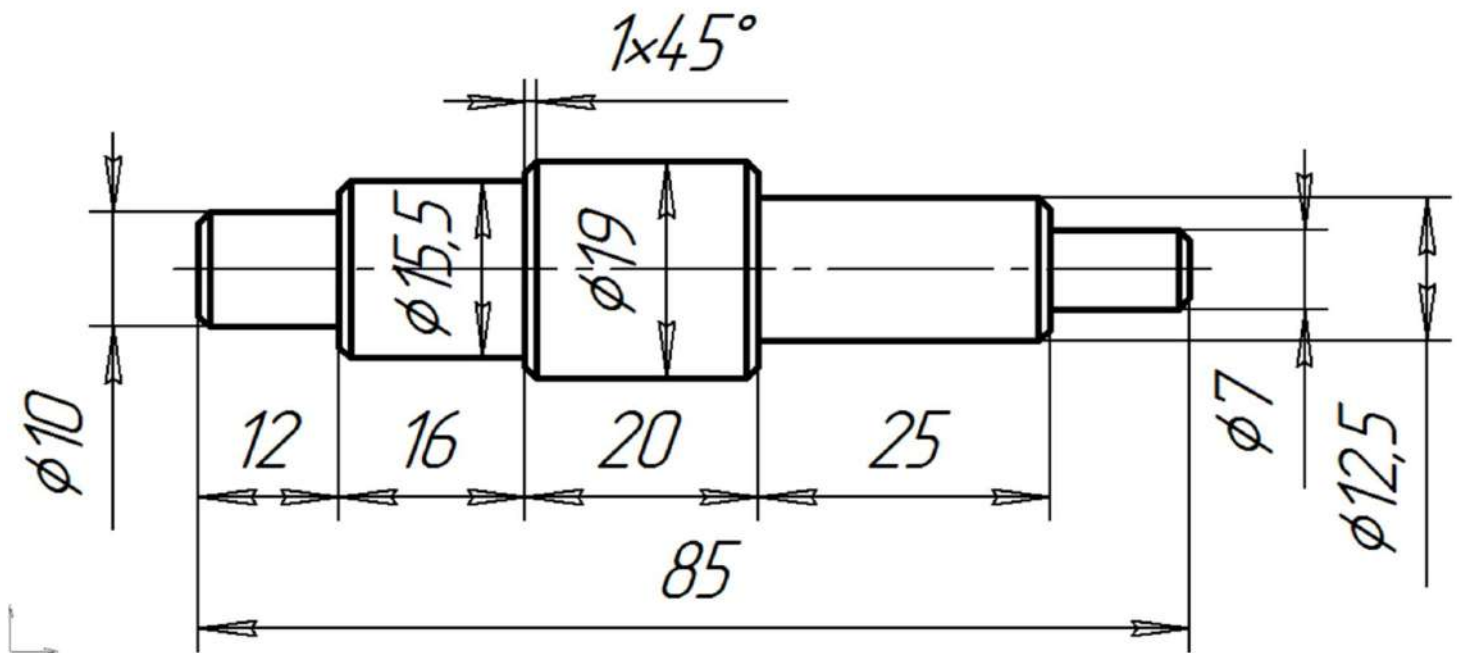

Рис. 1. Чертеж шпильки
1. По чертежу выточить ступенчатый вал (рис.1).
3. Предельные отклонения всех размеров по длине $\pm 0,5$ мм, по диаметру $\pm 0,1$ мм (рис. 1).